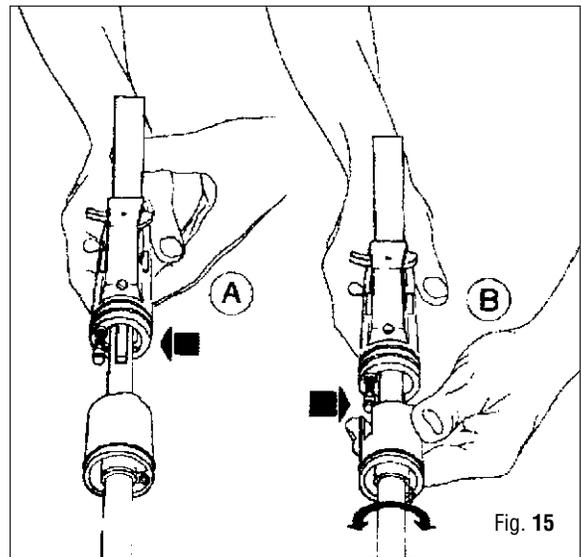
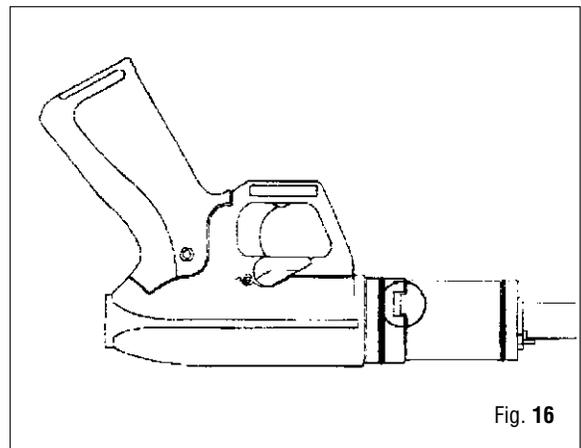

Fig. 15
Fig. 16
17. Coloque el OR (20) en la ranura de la empuñadura (41).
18. Introduzca el muelle(24) en la varilla graduada.
- NOTA** Si el perno de la varilla graduada está separado de la varilla (35) se aconseja aplicar en el roscado de la varilla algunas gotas de frenarroscas (Loctita 270) y apretar bien el perno en la varilla graduada (35).
19. Desplace el prensa OR (36) en la varilla graduada (35) con el diámetro menor frente al porta OR (39).
20. Posicione el OR (37) en la varilla graduada contra el prensa OR (36).
21. Introduzca la varilla graduada en el asiento de la empuñadura (41), fije el OR (37) y el prensa OR (36) en la empuñadura.
22. Introduzca el cursor (38) en su asiento de la empuñadura, y con una llave de 7 mm atornille lentamente la varilla graduada en el cursor.
23. Coloque el OR (37) en la ranura del porta OR (39) usando la herramienta (A-12).
24. Coloque la empuñadura (41) en el cañón (26).
Coloque la empuñadura (41) con el asiento del gatillo sobre el diente de disparo (50) (Fig.15-A). Ponga en línea la varilla graduada con el orificio correspondiente del bloque de regulación de la potencia. Si es necesario gire éste último controlando que el asiento de la válvula de retención permanezca en el asiento del anillo elástico (Fig.15-B). Empuje la empuñadura hacia el bloque de regulación de la potencia y compruebe que los encastramientos del bloque de regulación de la potencia estén ubicados en los asientos de la empuñadura.(Fig.16).